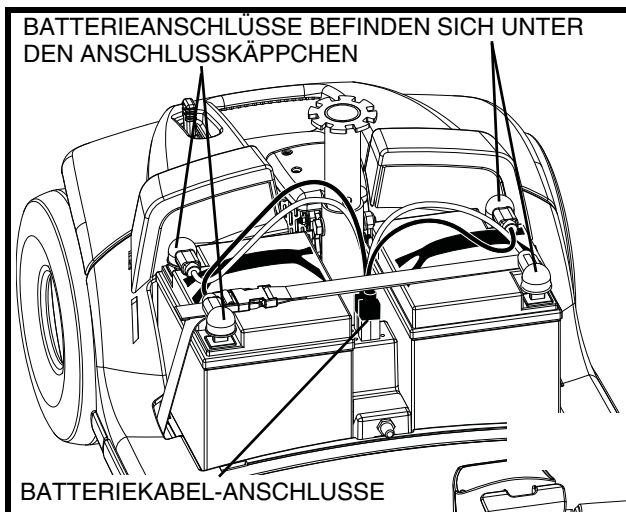

Abb. 14. Batterie Ausbau/Einbau
3. Trennen Sie die Batteriekabel und ziehen Sie sie gerade nach oben. **Siehe Abb. 14.**